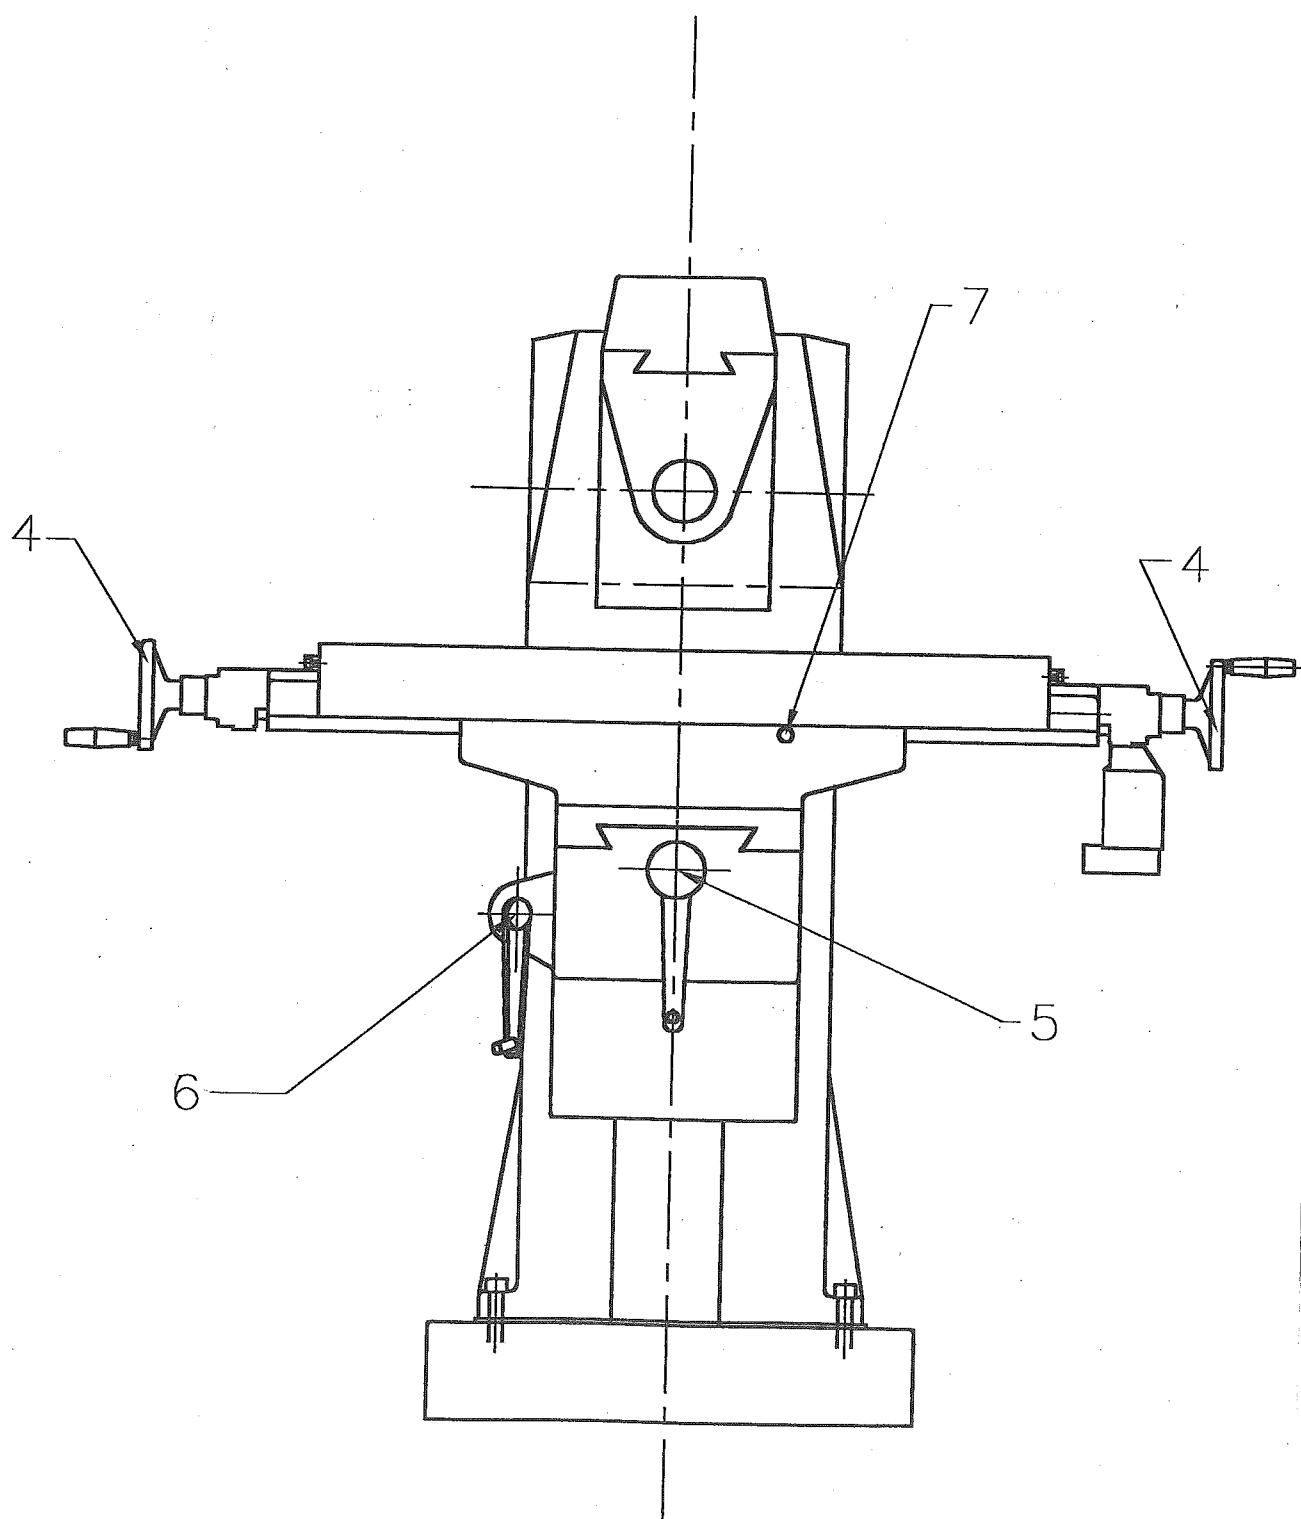

FIGURA 2
- Para o travamento da mesa, utilize uma chave Allen de 8 mm, conforme mostra a figura 2, item N° 7. (2 parafusos)